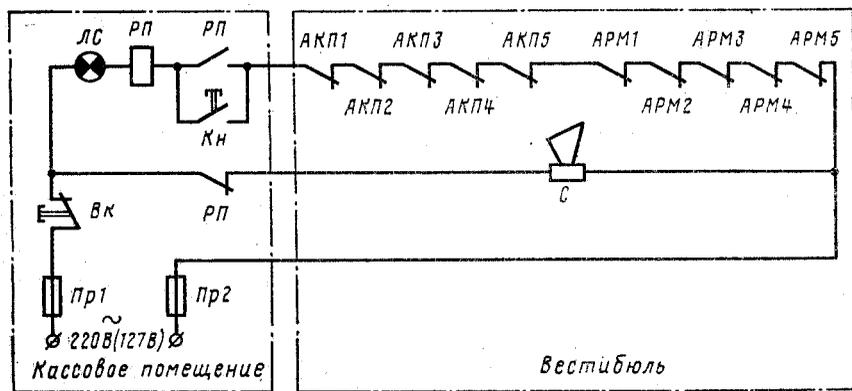

Рис. 56. Схема охранной сигнализации
*Охранная сигнализация* позволяет предотвратить возможность изъятия денег посторонними лицами из денежных бункеров, находящихся в автоматических контрольных пунктах и разменных автоматах. В большинстве случаев ее электрическая схема совмещена с АКП и разменными автоматами одного вестибюля, для чего их дверные контакты включены в нее последовательно (рис. 56).